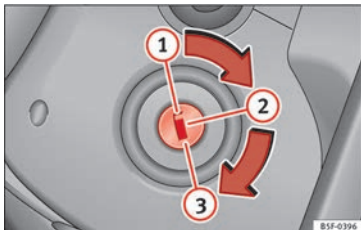

Abb. 198 Positionen des Fahrzeugschlüssels.
Fahrzeugschlüssel »» Abb. 198
3.	<p>Nur bei Fahrzeugen mit Dieselmotor: Zum Vorgeglühen den Schlüssel im Zündschloss auf die Position drehen. Im Kombiinstrument leuchtet die Kontrollleuchte auf.</p> <p>» Abb. 198 drehen. Im Kombiinstrument leuchtet die Kontrollleuchte auf.</p>